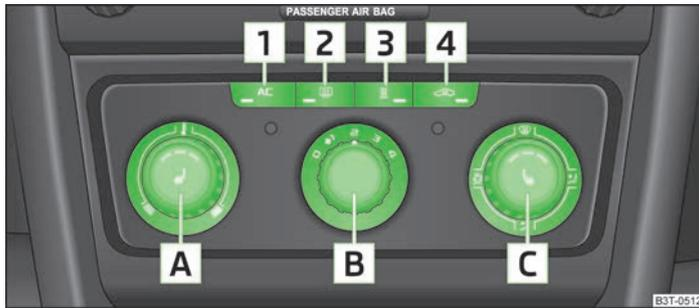

Abb. 108 Klimaanlage: Bedienungselemente
Die Kühlanlage arbeitet nur dann, wenn die Taste  **1** » Abb. 108 auf Seite 98 gedrückt ist und folgende Bedingungen erfüllt sind:
- › Den Drehregler **A** » Abb. 108 nach rechts drehen, um die Temperatur zu erhöhen.
- › Die Taste **4** drücken, um die Frischluftzufuhr zu schließen » Abb. 108.
- › Die Taste **1** » Abb. 108 drücken. In der Taste leuchtet die Kontrollleuchte.
- Bedienungselemente **A**, **B**, **C** und die Taste **1** und **4** » **Abb. 108** auf Seite 98.
➤ Die Taste **4** » **Abb. 108** auf Seite 98 drücken, in der Taste leuchtet die Kontrollleuchte auf.
- Wenn der Luftverteilungsregler **C** » **Abb. 108** auf Seite 98 in die Position gedreht wird, wird der Umluftbetrieb automatisch ausgeschaltet. Durch wiederholtes Drücken der Taste kann auch in dieser Stellung der Umluftbetrieb wieder eingeschaltet werden.